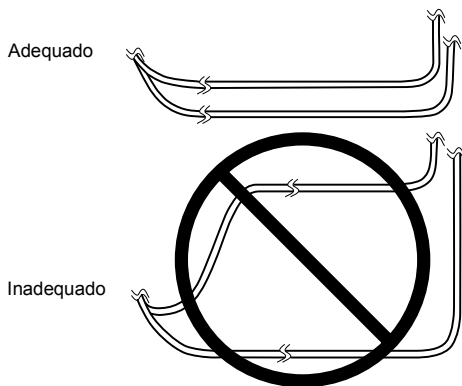

Figura 5. Encaminhamento de dois eléctrodos
- Ao encaminhar dois eléctrodos, assegure-se de que a área entre eles seja mínima (Figura 5). Se os eléctrodos forem encaminhados em arco e o doente ficar exposto a algumas fontes de interferências electromagnéticas (por ex., detectores anti-roubo), o doente pode sentir um aumento momentâneo na estimulação, que alguns doentes descrevem como desconfortável (sensação de sobressalto ou choque).